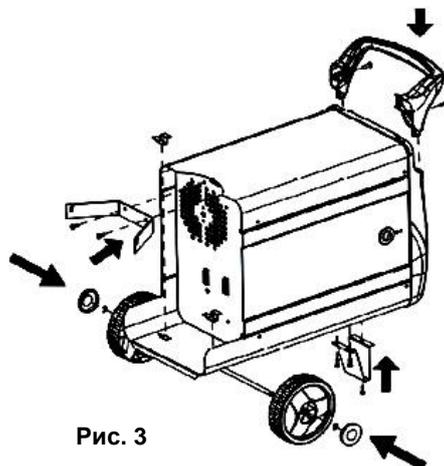

Рис. 3
- Прикрутите пластиковую ручку на верхнюю крышку корпуса. Зафиксируйте ее крепко двумя винтами (См. Рис.3).